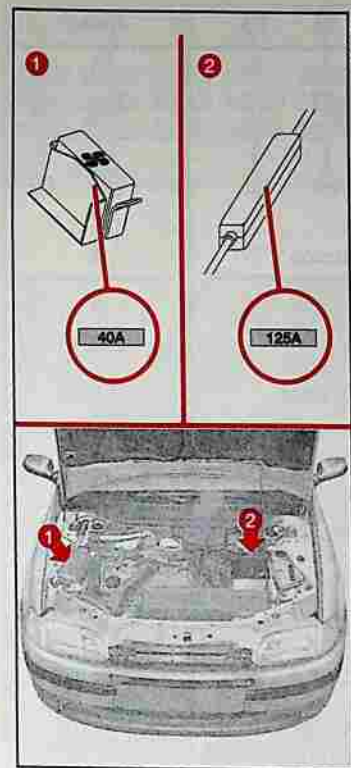

fig. 35
– la version GT prévoit deux fusibles fig. 35: